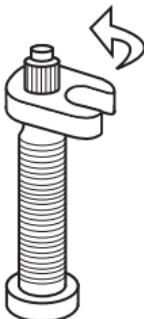

Abb. 5. Zum Entfernen des Ventileinsatzes den Ventilschlüssel gegen den Uhrzeigersinn drehen
3. Nehmen Sie den Ventileinsatz heraus (Abb. 5).